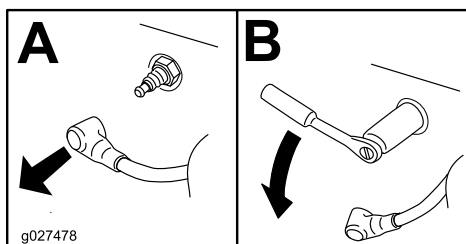

Figura 33
3. Localizai i îndepărtați bujia (bujiiile) după cum se arată în Figura 33.